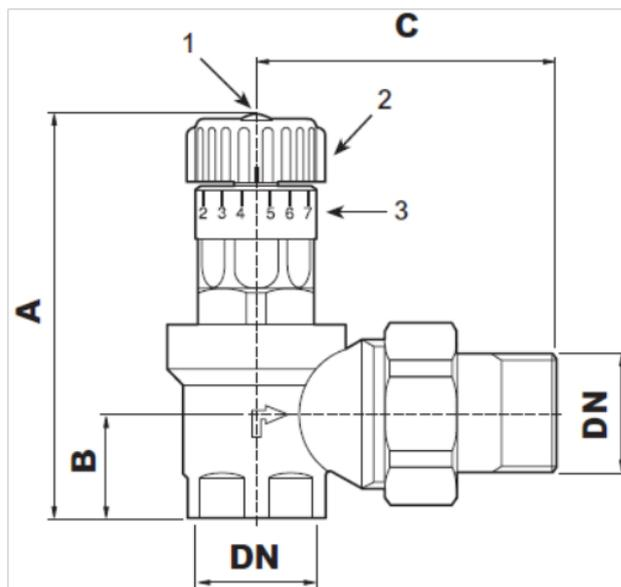

Abb. 80 -
- Lösen Sie die Sicherungsschraube des Knopfes (1) (siehe "Abb. 80 -").
- Stellen Sie das Ventil durch Drehen des Knopfes (2) auf den Öffnungsdifferenzdruck ΔP ein (siehe "Abb. 80 -").
• Nach erfolgter Kalibrierung ziehen Sie die Befestigungsschraube (1) an (siehe "Abb. 80 -").